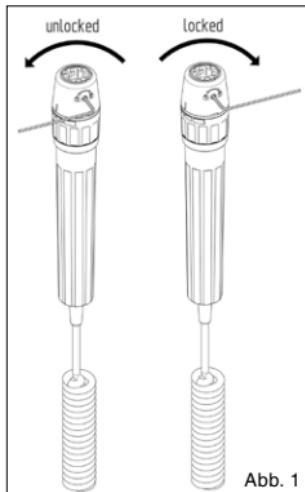

Abb. 1
- Aufgesetzte Instrumente lassen sich gegen unerlaubtes Abnehmen sichern, indem Sie mit dem beiliegenden Sechskantschlüssel nach Abb. 1 verfahren.